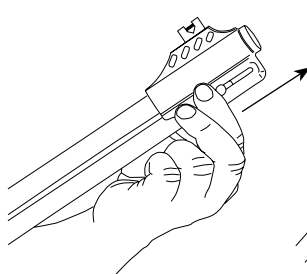
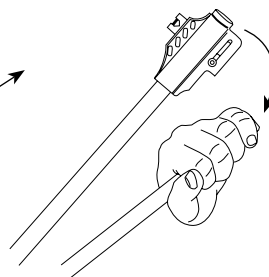
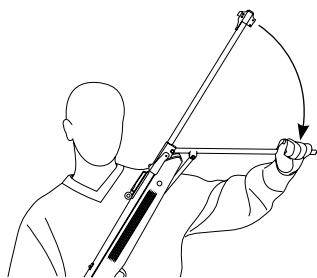
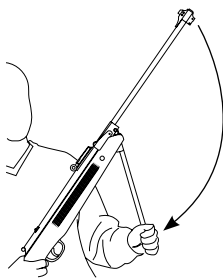

Рис.4
Рис.5
Рис.6
Рис.7
Держа винтовку за рукоятку одной рукой передвиньте кнопку отпирания подствольного рычага вперед, затем переломите подствольный рычаг взвода до упора. (Рис.4 & Рис.5 & Рис.6 & Рис.7)
- При зарядке пулек, всегда вставляйте пульки юбкой к себе (рис.6)